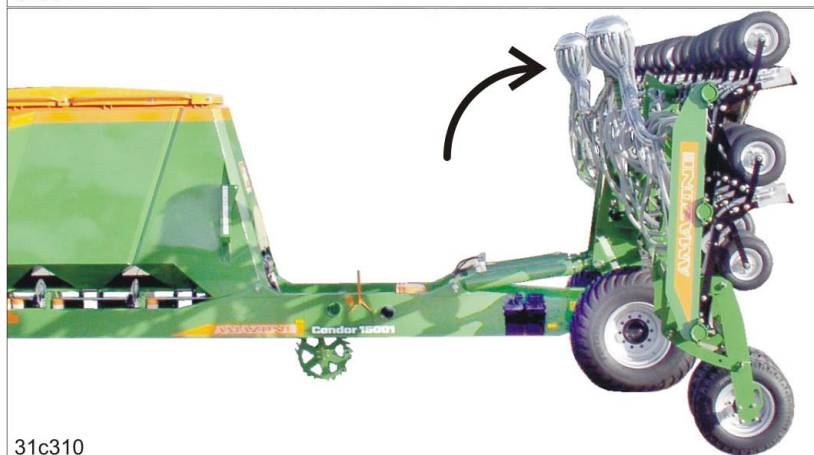

Рис. 167 31c310
- не будут сложены распределительные головки (см. Рис. 167);